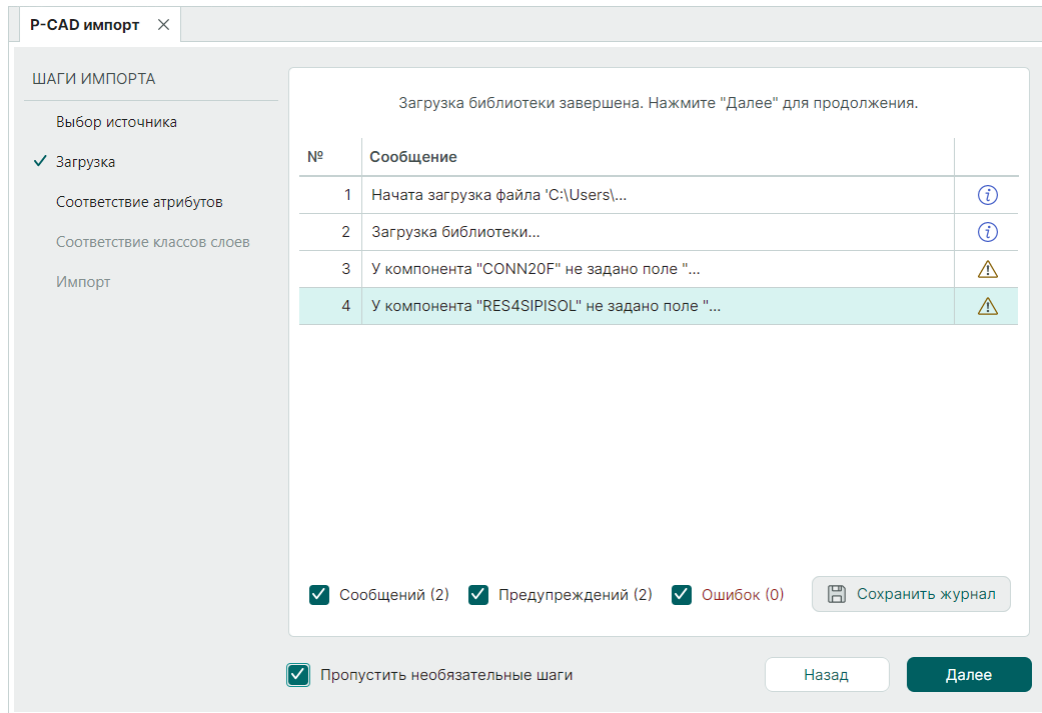

Рис. 12 Данные по завершении процесса загрузки библиотеки
4. После завершения загрузки и проверки файла система отобразит список сообщений, см. Рис. 12.